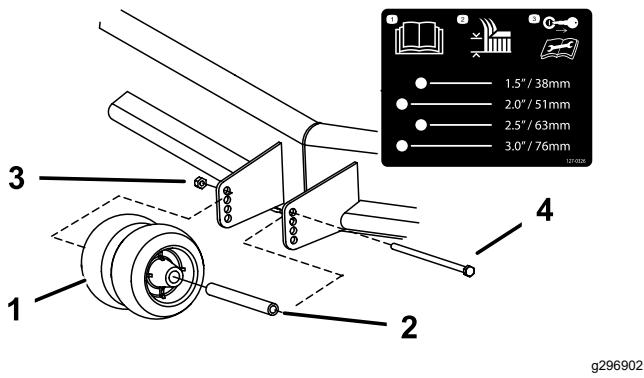

Figura 12
3. Ajuste los rodillos protectores del césped, tal y como se muestra en la Figura 12.